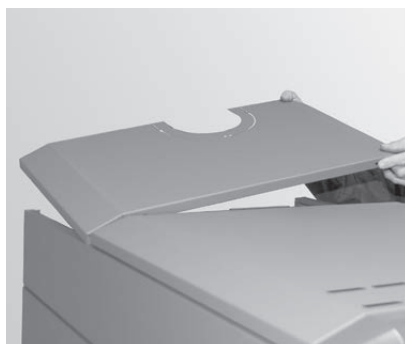

Fig. 98 Poser la jaquette arrière de la chaudière
- ▶ Poser la jaquette arrière de la chaudière – Fig. 98.